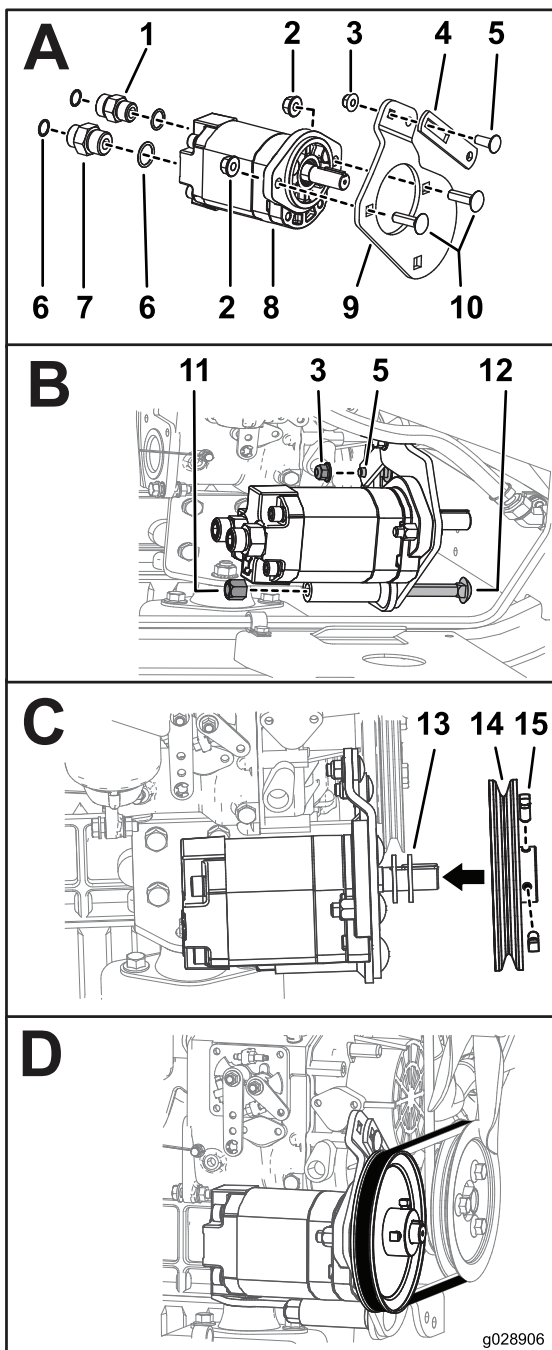

Figura 7
4. Montate il raccordo dell'adattatore (5/8 x 5/8 poll., maschio) e gli O-ring nel foro di sinistra della pompa a ingranaggi (Casella A della Figura 7).
5. Montate, senza serrarlo, il braccio di tensione sulla piastra della pompa a ingranaggi con un bullone (3/8 poll.) e un dado flangiato (3/8 poll.) (Casella A della Figura 7).
6. Montate la piastra della pompa a ingranaggi sul gruppo della pompa a ingranaggi con 2 bulloni a testa tonda (7/16 poll.) e 2 dadi di bloccaggio (7/16 poll.) come illustrato nella Casella A della Figura 7.
8. Fissate, senza serrarlo, il gruppo della pompa a ingranaggi sulla staffa, utilizzando un bullone a testa tonda (1/2 poll.), un dado di bloccaggio (1/2 poll.), un bullone (3/8 poll.) e un dado flangiato (3/8 poll.) come mostrato nella Casella B della Figura 7.
9. Posizionate 2 rondelle sul gruppo della pompa a ingranaggi, montate la puleggia e fissatela con 2 viti di arresto (5/16 poll.) come illustrato nella Casella C della Figura 7.
10. Montate la cinghia sulle 2 pulegge, come illustrato nella Casella D della Figura 7.